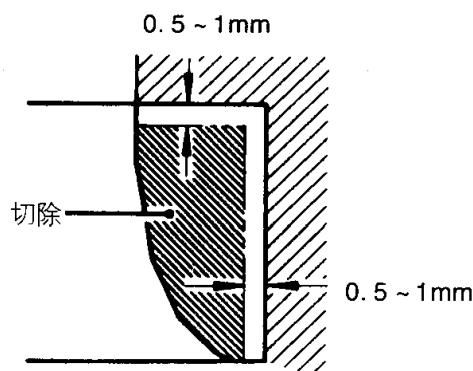

图 2-64 气门座孔径
- (1) 从内侧切削所要更换的气门座减小壁厚，以此拆下气门座。
- (2) 重新镗气缸盖上的气门座孔，使它达到所选定的加大气门座孔径（图 2-64）。进气门座加大尺寸 0.30mm 孔径为 44.300~44.325mm；进气门座加大尺寸 0.60mm 孔径为 44.600~44.625mm；排气门座加大尺寸 0.30mm 孔径为 38.300~38.325mm；排气门座加大尺寸 0.60mm 孔径为 38.600~38.625mm。